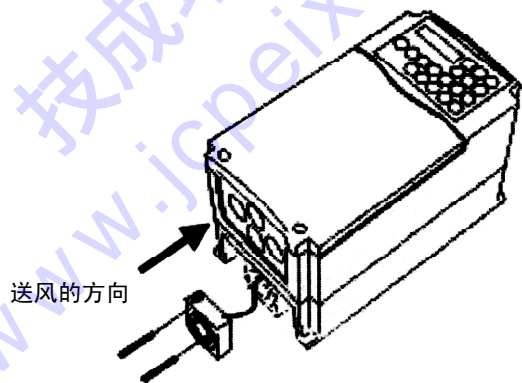
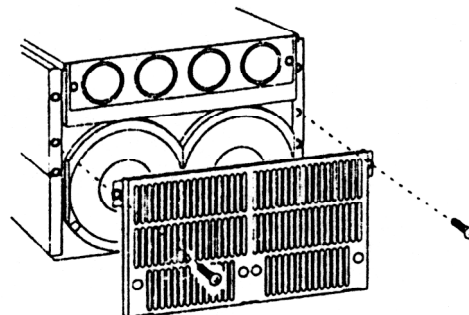

图 10-1 风扇的拆卸(小容量的场合)
图 10-2 风扇的盖板(55K 级下的场合)
- 步骤 1 拆下固定风扇的螺丝。（图 10-1, 图 10-2）有些机种有外壳的需先取下外壳。